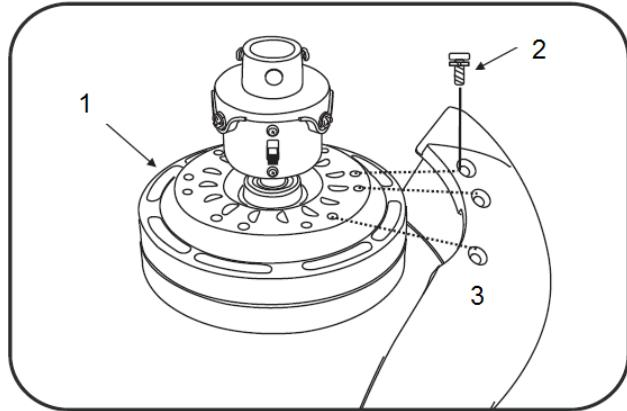

Abb. 7
- Richten Sie die 3 Bohrungen an den Ventilatorflügeln (3) auf die Bohrungen am Motorschaft (1) aus.
- Sichern Sie die Flügel mit jeweils 3 Schrauben und den mitgelieferten Sicherungsscheiben (2).
- Führen Sie den Vorgang für die verbleibenden zwei Ventilatorflügel in identischer Weise aus. (Abb.7)